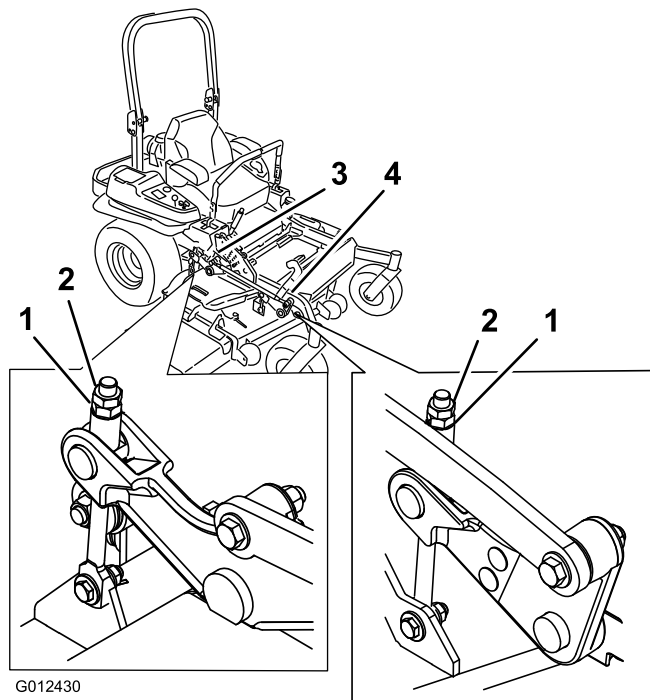

Figura 93
- Mettete a punto il dado di regolazione sul gruppo di sollevamento del piatto di taglio anteriore ruotandolo (Figura 93).
16. Mettete a punto il dado di regolazione sul gruppo di sollevamento del piatto di taglio anteriore ruotandolo (Figura 93).